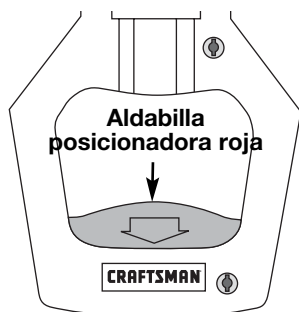

Fig. 6
1. Si la manija posicionadora esta en la posición de ARRIBA, agarre la aldabilla posicionadora roja de la manija (Fig. 6) y presionela hasta que el mecanismo interno se libere.
1. Si la manija posicionadora esta en la posición de ABAJO, agarre la aldabilla posicionadora roja de la manija (Fig. 6) y presionela hasta que el mecanismo interno se libere.